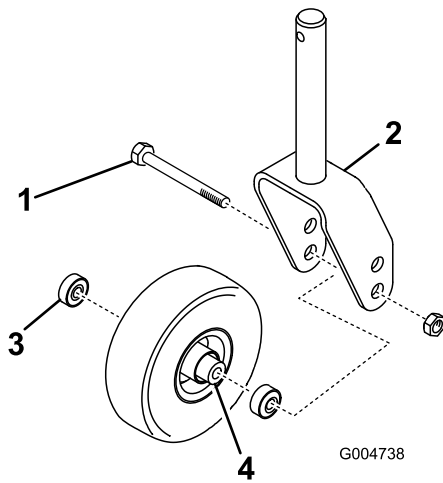
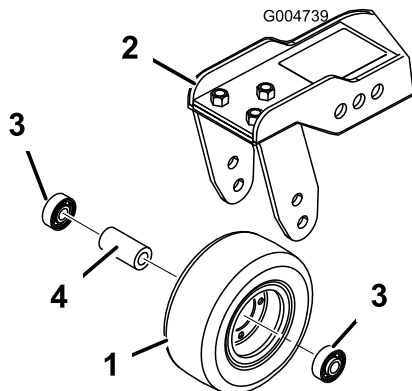

Bild 123
Bild 124
1. Entfernen Sie die Sicherungsmutter von der Schraube, mit der das Laufrad zwischen der Laufradgabel (Bild 123) oder dem Laufradgelenkarm (Bild 124) befestigt ist.
2. Entfernen Sie das Lager aus der Radnabe und lassen das Lagerdistanzstück herausfallen (Bild 123 und Bild 124).